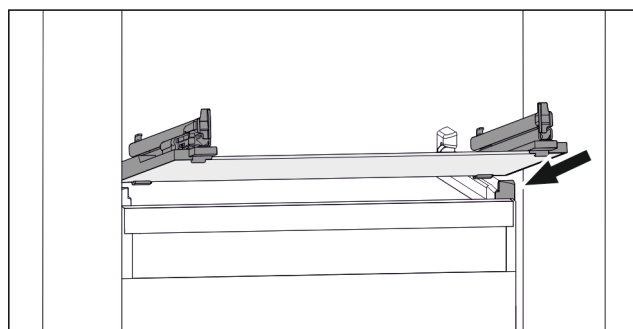

Fig. 138 Klaasplaadi näitlik kujutis
- ▶ Pange klaasplaat kaldu peatajate taga peale. (vt. Fig. 138)